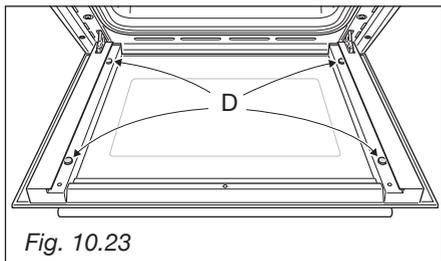

Fig. 10.23
- Verificare che i 4 distanziatori **D** siano nella loro posizione (fig. 10.23).